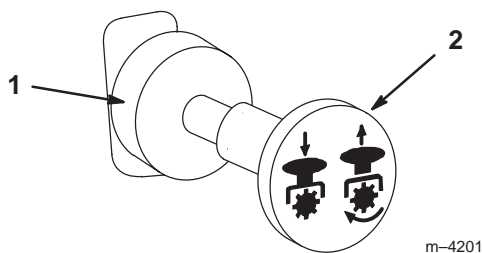

Figure 18
3. Tirez sur la commande de prise de force (PDF) pour l'engager (Fig. 18).
1. Repoussez la commande de PDF pour la désengager (Fig. 18).